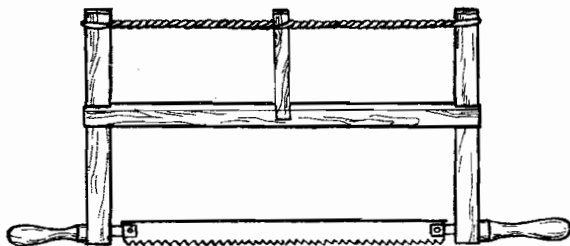

Рис. 26. Лучковая пила.
**Лучковая пила** (рис. 26) состоит из продольной распорки, двух поперечных стоек, двух ручек, помещенных цилиндрическими концами в соответствующие отверстия стоек, закрутки и стального полотна, закрепленного шпильками в ручках. Натяжение полотна производится тетивой с помощью закрутки. Полотно благодаря вращению ручек в гнездах, можно устанавливать под различными углами, в зависимости от условий пиления. По окончании работы не забудьте ослабить тетиву, а полотно для безопасности поверните зубцами внутрь.